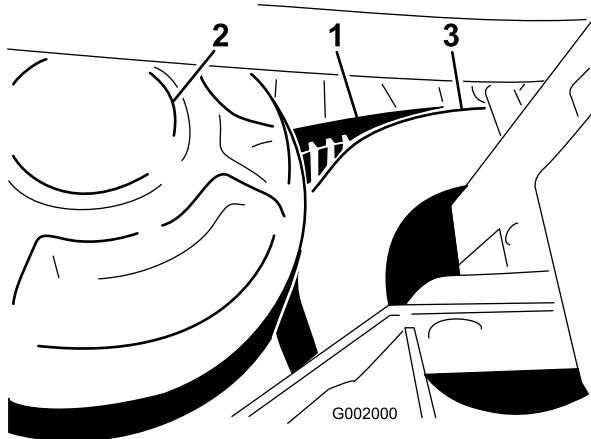

図 63
1. 二次クラッチを回しながら二次クラッチ部分でベルトを外す(図 63)。